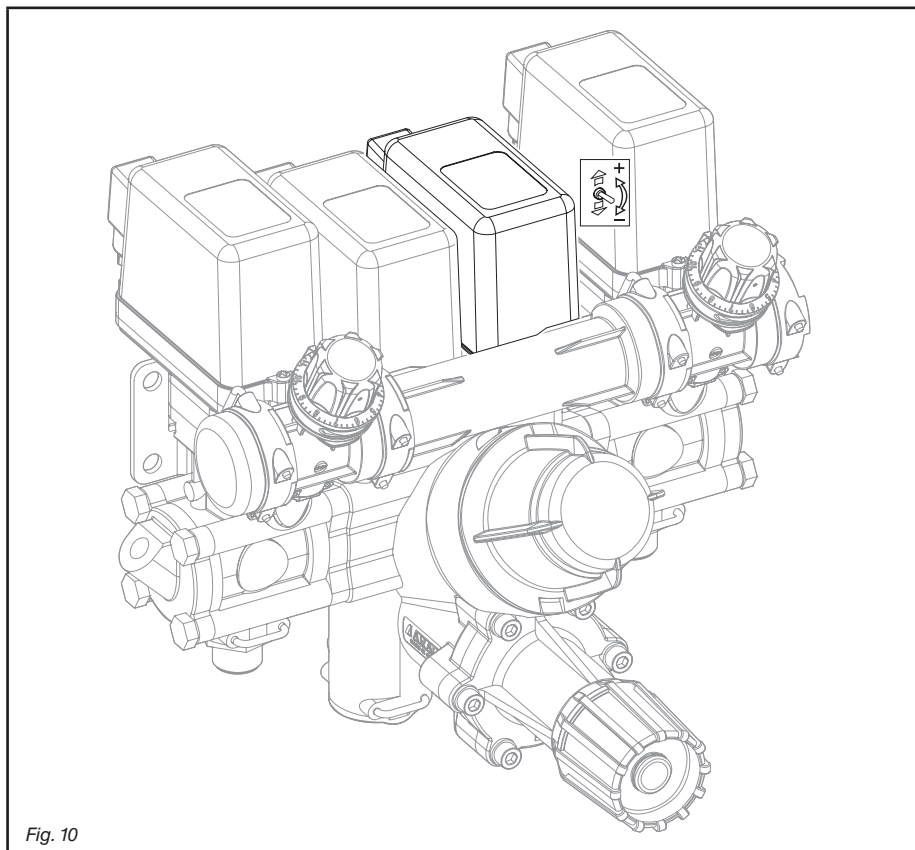

Fig. 10
6.1.2 Gruppo di distribuzione proporzionale ai giri del motore (Fig. 10)